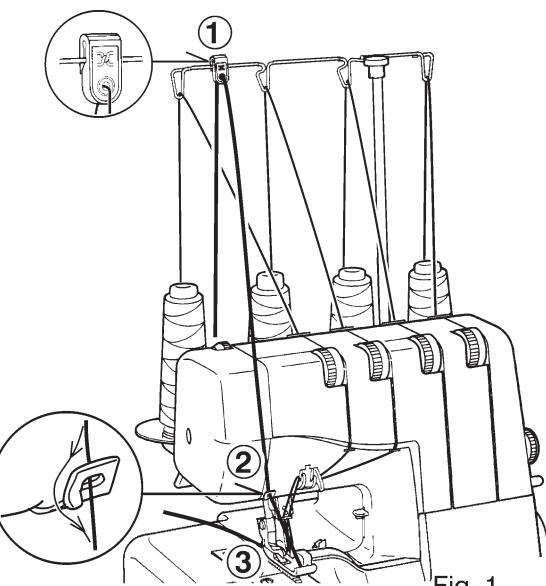

Fig. 1
3. Turn the fabric, lower the presser foot and begin stitching in the new direction. Fig. 1.
3. Gire el tejido, baje el pie prensatelas y continue cosiendo en la nueva dirección. Fig. 1.
3. Tourner le tissu, redescendre le pied presseur et coudre dans la nouvelle direction (Fig.1).
1. Place a "filler" cord, such as a crochet cotton, gimp, wool, knitting yarn, or shirring elastic at the rear of the machine spool pin. Pass the cord through the cord guides (1) and (2) and then through the left needle thread guide (3). See Fig. 1.
1. Colocar un cordón "rellenador" como algodón de ganchillo, guimpe, lana, hilo de punto o hilo arrugado elástico en la parte posterior del carrete de la máquina. Pasar el cordón a través de las guías del cordón (1) y (2) y luego a través de la guía del hilo de la aguja izquierda (3). Ver Fig. 1.
Passer le fil de renfort dans les guides spéciaux (1) et (2) montés sur la coque de la machine, puis dans le passe-fil de l'aiguille gauche (3). Voir Fig.1.